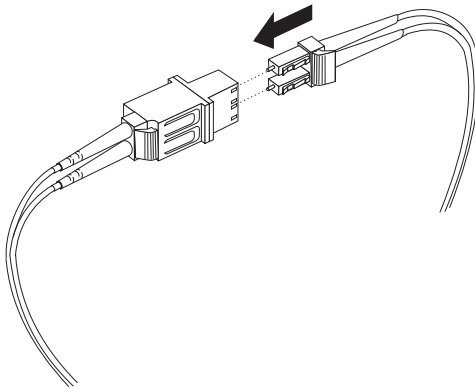

図 26. LC-SC ケーブル・アダプターへの LC-LC ケーブルの接続
4. 図 26 に示されているように、LC-LC ケーブルのもう一方の端を、LC-SC ケーブル・アダプターの LC コネクター側の端に慎重に挿入します。正しい位置でクリック音がするまで、コネクターを押し込みます。